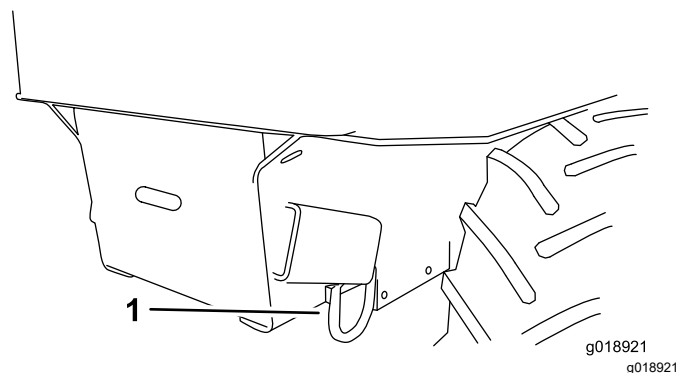

Рисунок 19
8. Прикрепите передние скобы крепления машины к прицепу (Рисунок 19).